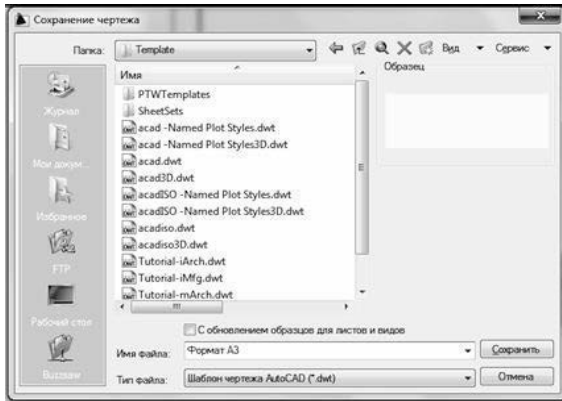

Рис. 185
9. Сохранить файл в виде шаблона с расширением dwt, чтобы можно было его использовать для создания чертежей (рис. 185).